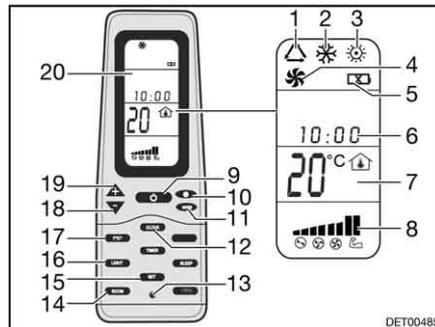

Bild 189 Fernbedienung
- Die Taste ON/OFF (Bild 189,9) drücken.
- Die Taste "Mode" (Bild 189,11) so oft drücken, bis die gewünschte Betriebsart (Bild 189,1, 2, 3 oder 4) auf dem Display (Bild 189,20) angezeigt wird.
- Mit den Tasten "+" (Bild 189,19) und "-" (Bild 189,18) die gewünschte Temperatur einstellen.
- Mit der Taste Lüftergeschwindigkeit (Bild 189,10) die gewünschte Lüfterstufe wählen.